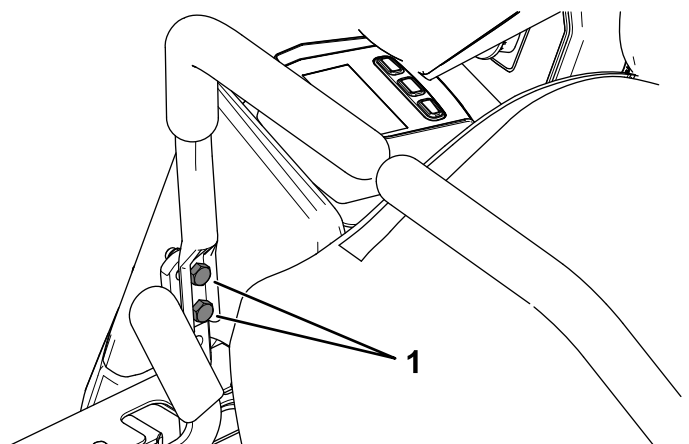

Figura 52
- 12. Apriete los 2 pernos de montaje de la palanca de control de movimiento (Figura 52).
10. Si es necesario alinearlas, afloje los 2 pernos de montaje de la palanca de control de movimiento del lado que está mal alineado (Figura 52).